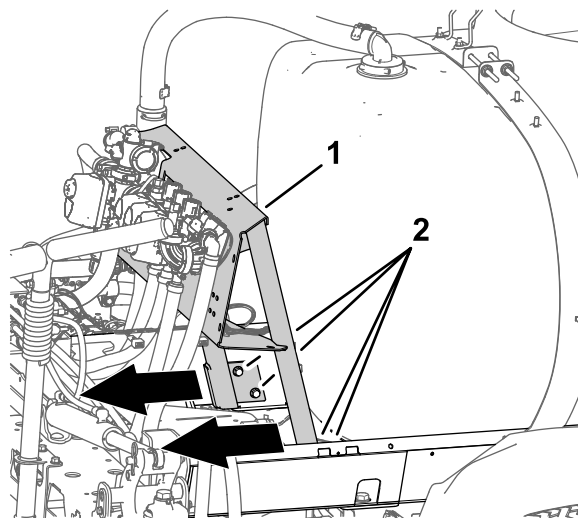

Figura 11
1. Afloje los 4 pernos con arandela prensada ( $\frac{3}{8}$ " x 1") y las 4 tuercas con arandela prensada ( $\frac{3}{8}$ ") que sujetan el panel de montaje de las válvulas al bastidor del depósito (Figura 11).
2. Mueva el panel de montaje de las válvulas hacia atrás (Figura 11).